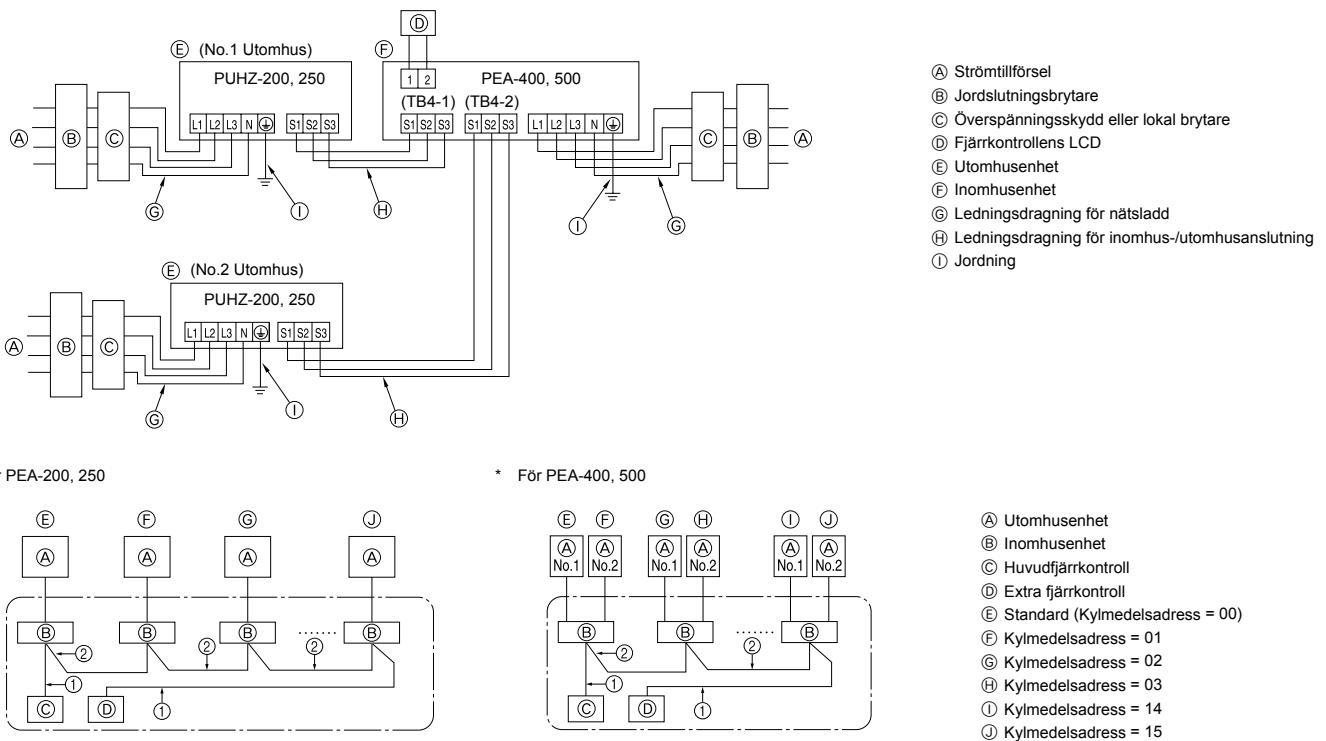

Fig. 6-2
6.1. Utomhusenhet (Fig. 6-1, Fig. 6-2)
(1) Ta bort servicepanelen.
(2) Hänvisa till fig. 6-1 och fig. 6-2 när kablarna dras.